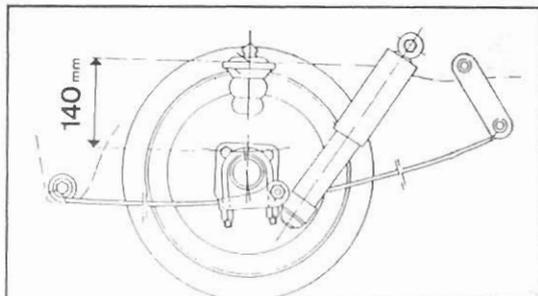

Fig.180 — Altura (140 mm) com a carga estática
- A posição de carga estática é obtida quando a distância entre os planos dos batentes do eixo e das batentes da carroceria é igual a 140 mm (fig.180).